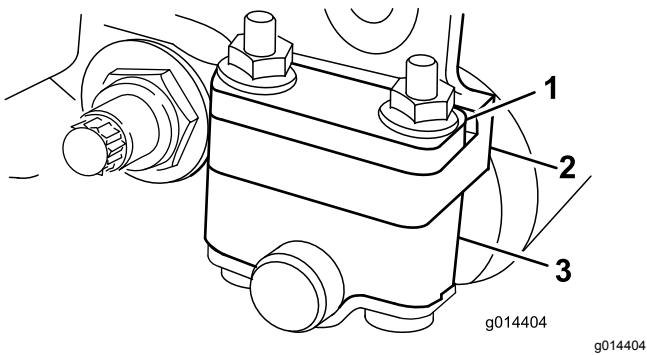
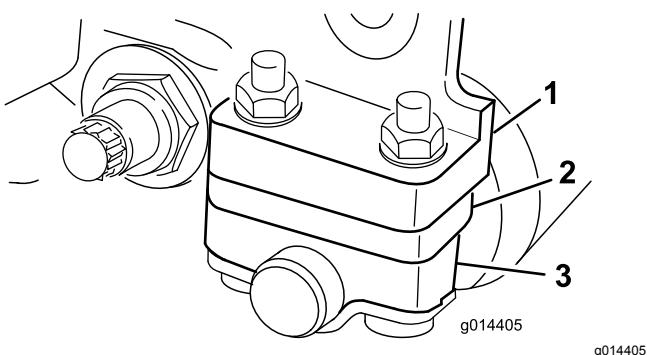

Figura 11
Figura 12
In base all'altezza di taglio desiderata occorrerà regolare le staffe del rullo posteriore (Figura 11 o Figura 12) nella posizione bassa o alta:
di fabbrica) quando l'intervallo di impostazione dell'altezza di taglio è compreso tra 1,5 mm e 6 mm (1/16" - $\frac{3}{8}$ "), come illustrato nella Figura 11.
- Collocate il distanziale sotto la flangia di montaggio della piastra laterale se l'altezza di taglio è compresa tra 3 mm e 25 mm, come illustrato nella Figura 12.
4. Collocate i distanziali sulle viti al di sopra o al di sotto delle staffe del rullo, come opportuno (Figura 11 o Figura 12).